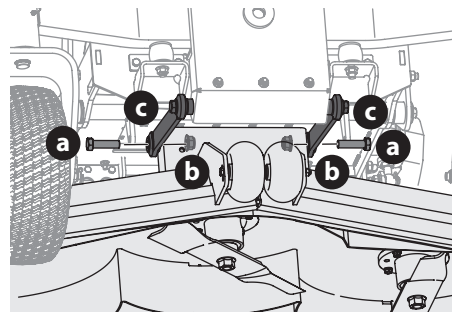

Figura 58
5. Extraiga los tornillos hexagonales (a) y las tuercas de seguridad bridadas (b) que sujetan las varillas de control frontal de la plataforma (c) a la plataforma (Figura 58).